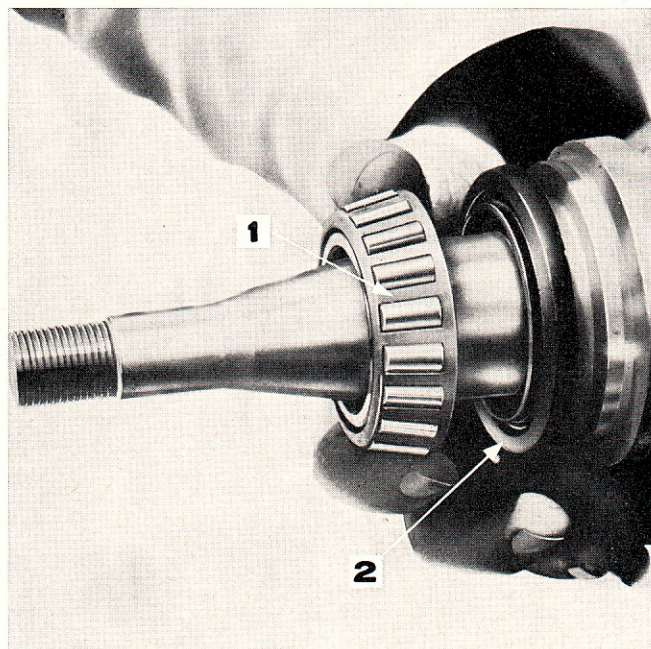

Figure 4: Pose du déflecteur de graisse du moyeu
5. Monter le déflecteur de graisse du moyeu sur la fusée comme indiqué à la figure 4. (Retien-graisse).
6. Monter l'ensemble cône et rouleaux de roulement intérieur sur la fusée, figure 4.